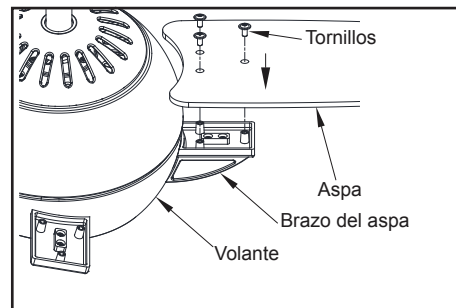

Figura 11
1. Alinea los tres orificios de tornillo en el asa con aquellos en el brazo del asa y asegura con los tornillos incluidos. (Figura 11)